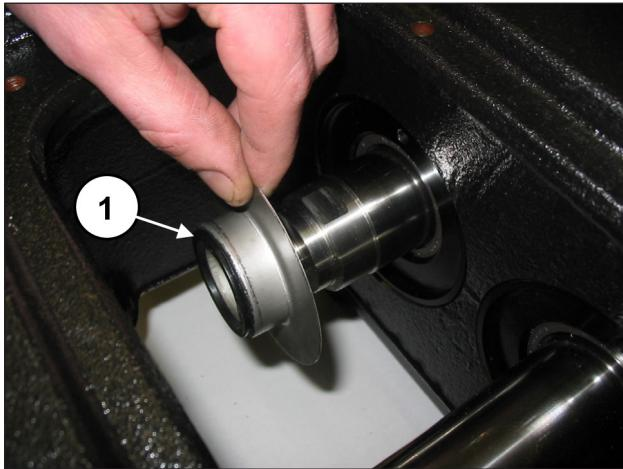
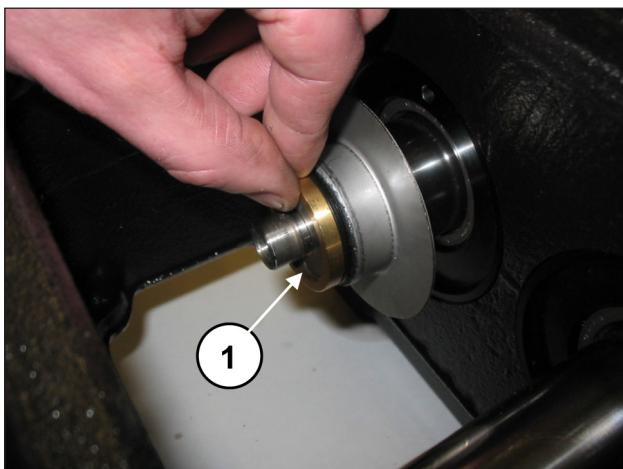

Fig. 97
Fig. 98
Posizionare il paraspruzzi e l'anello distanziatore paraspruzzi nell'alloggiamento sullo stelo guida pistone (pos. 1, Fig. 97 e Fig. 98).